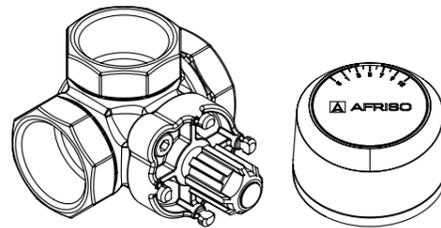

Рис. 1. Вид клапана ARV ProClick со снятой ручкой.
1. Снимите ручку и синее кольцо со смесительного клапана ARV ProClick (Рис. 1.). Для этого потяните ручку клапана ARV ProClick на себя по оси штока клапана. Конструкция ручки также позволяет поднять ее с помощью плоской отвертки. Для этого по бокам ручки есть углубления. Аналогичным образом снимаем синее кольцо.